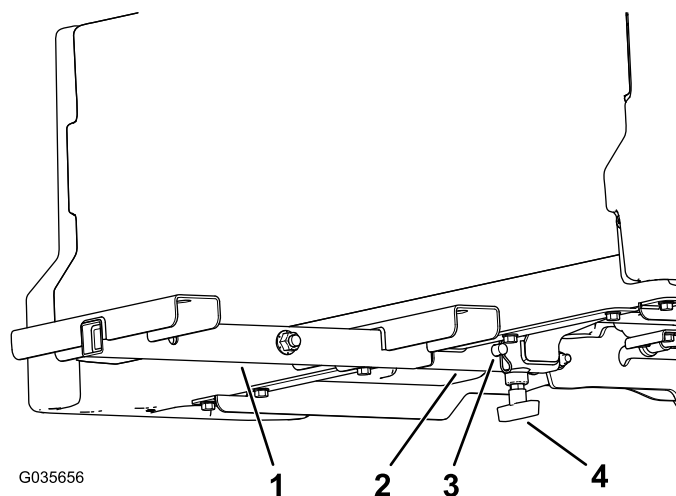

Figura 5
4. Insira a montagem da tubagem no recetor da plataforma de carga e prenda-a com o passador de forquilha ($\frac{1}{2}$ " x 2") e perno de gancho (Figura 5).
5. Aperte a pega em T no recetor da plataforma de carga (Figura 5).
3. Desaperte a pega em T no recetor da plataforma de carga (Figura 5).